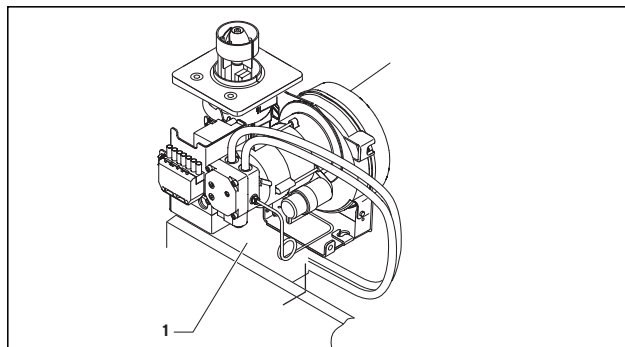

Abb. 7.5 Brenner in Ablageposition
- Lockern Sie zum Abnehmen des Brennerflanschs die fünf Muttern (1) (siehe Abb. 7.5) (Gabelschlüssel M 6).